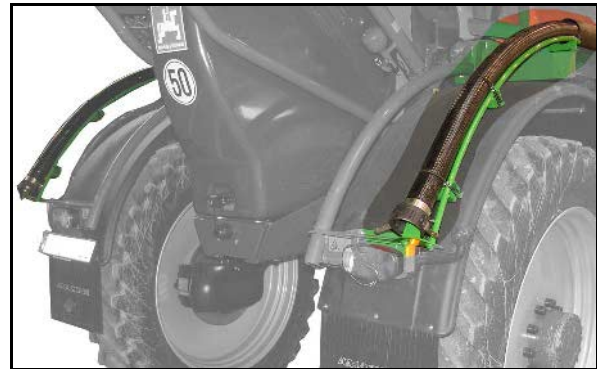

Fig. 76
- Påfyldning med fri flowstrækning og svingudløb (Fig. 76).